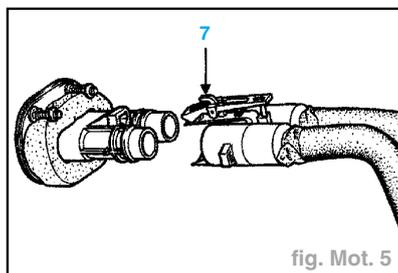

fig. Mot. 5
- Retirer les durits de chauffage, à l'aide d'un tournevis, appuyer en (7) et tirer fortement vers l'arrière, les deux durits pour les désaccoupler du radiateur (fig. Mot. 5).